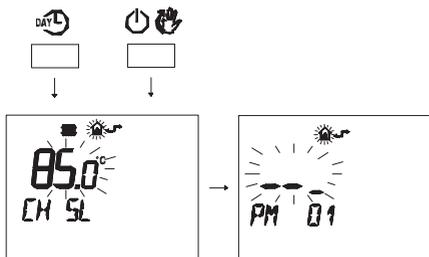

Figura 5.101
- Premere contemporaneamente i pulsanti **DAY** e **ON/OFF** per entrare nella programmazione trasparente (Figura 5.101)